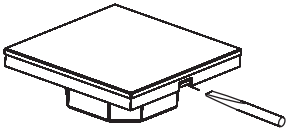

Рис. 4. Снятие лицевой панели
- 3.6. Отсоедините лицевую панель от корпуса, аккуратно поддев ее плоской отверткой (рис. 4).